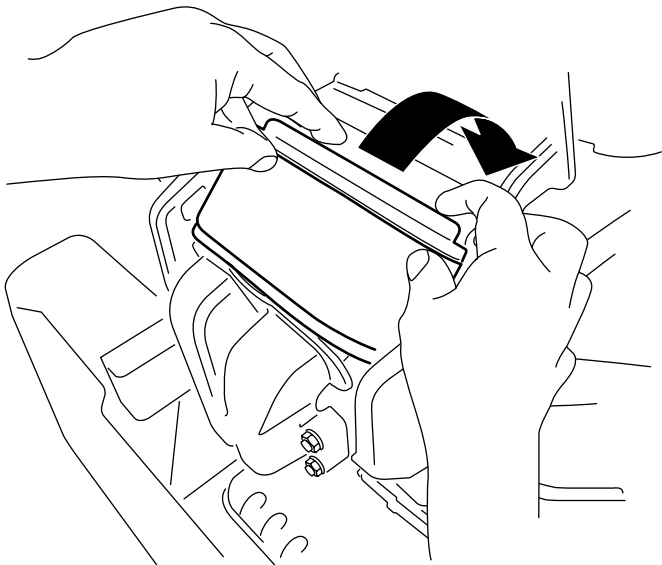

Figura 36
- 3. Introduzca el filtro en la cámara, girándolo para asentarlos correctamente contra el colector (Figura 36).